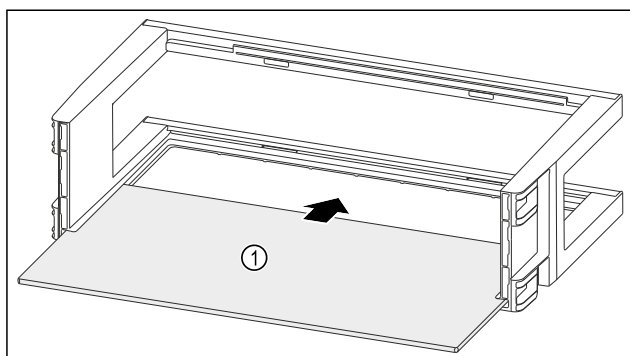

Fig. 143
- Abstellfläche Fig. 143 (1) in die seitlichen Aussparungen einschieben.